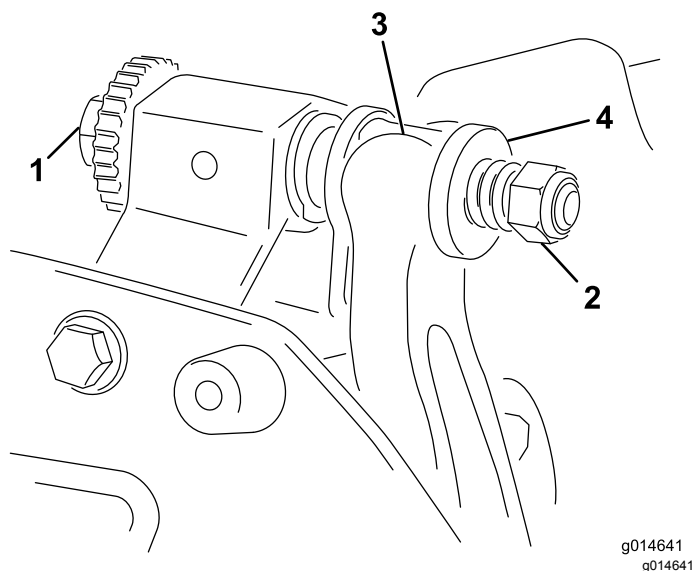

Рисунок 24
1. Поворачивайте винт регулировки планки неподвижного ножа против часовой стрелки, чтобы отвести неподвижный нож от барабана (Рисунок 24).
- Отвинчивайте гайку натяжения пружины до тех пор, пока шайба больше не будет нажимать на планку неподвижного ножа (Рисунок 24).